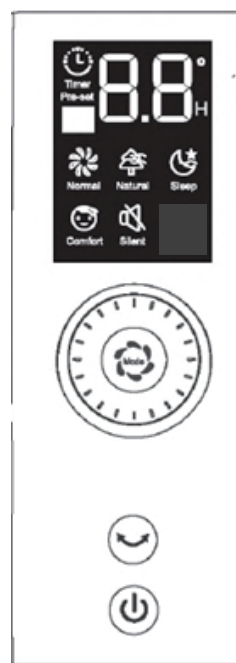

Рис. 10
II. ПАНЕЛЬ УПРАВЛЕНИЯ (рис. 10)
2. Вставьте батарейки, и убедитесь, что они расположены, как показано на Рис. 10.